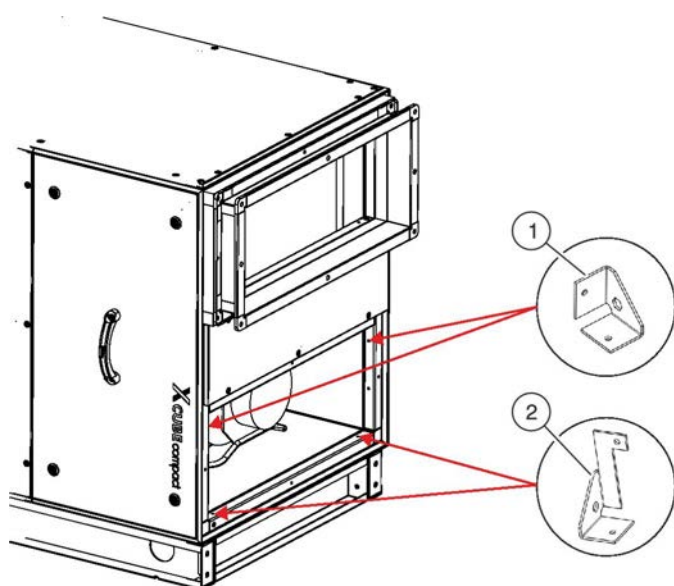

Fig. 19: Goussets
1. ▶ Visser deux goussets standards (Voir la Fig. 19/1) sur les trous supérieurs de l'unité à l'aide des vis fournies.
2. ▶ Visser deux goussets avec coupure (Voir la Fig. 19/2) sur les trous inférieurs de l'unité à l'aide des vis fournies.